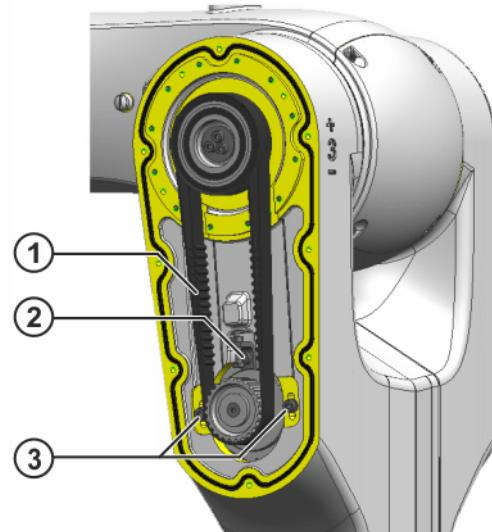

Abb. 8-4: Zahnriemen A3
1. 2 Innensechskantschrauben M4x16-10.9 lockern (>>> Abb. 8-4).